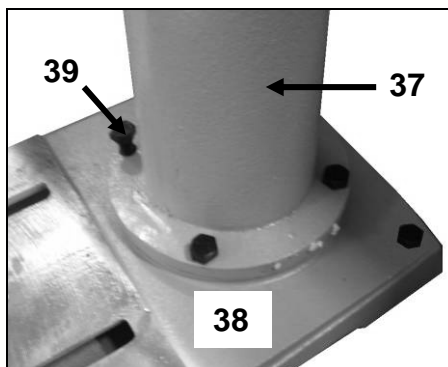

Fig 8
- Positionnez le support de colonne (37) sur la base (38), alignez les trous, puis fixez le support avec les 4 vis hexagonales M10x40 (39) (Fig 8).